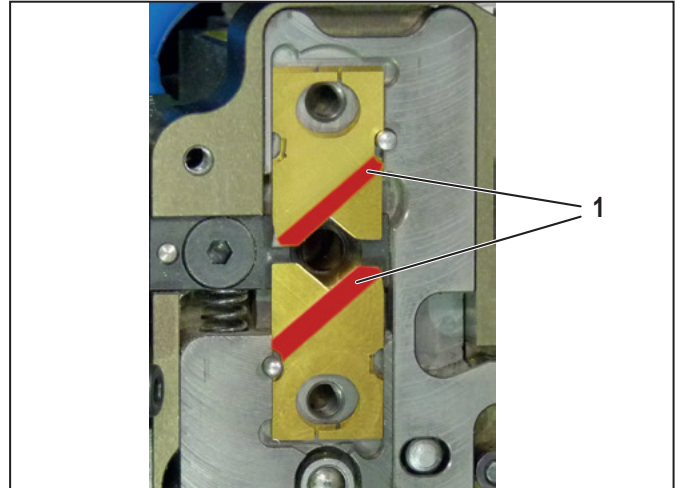

Bild 8.2 Klingen einsetzen
- ▶ Legen Sie jedes Klingenpaar so zusammen, dass die abgeschrägten Kanten (im Bild 8.2 rot markiert) nach außen zeigen.